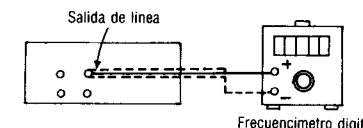

Fig. 3
1. La conexión del equipo de prueba se muestra en la Fig. 3.